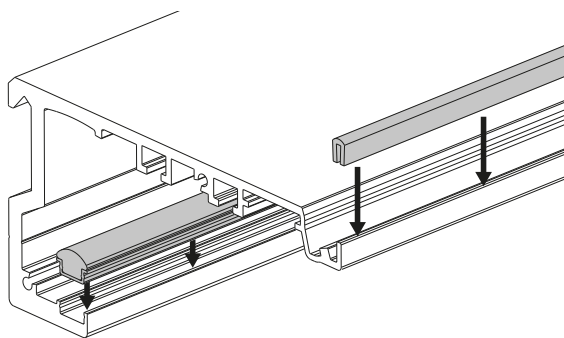

fig. 3
- quindi inserire il profilo antirumore in polizene e la rotaia di scorrimento in lega di alluminio nell'apposita sede ricavata sulla trave binario e inserire la guaina antirumore per l'aggancio della copertura trave come in figura (vedi fig. 3);
- then insert the polyzene noise profile and the aluminium alloy sliding track into the appropriate housing obtained in the track beam and insert the noise sleeve to attach the beam cover as shown (see fig. 3);